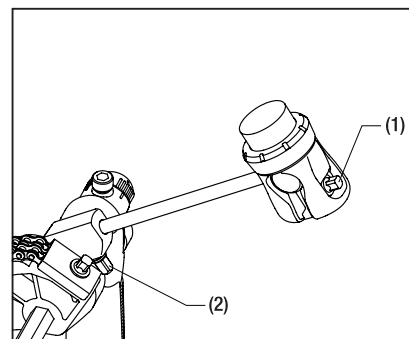

Fig.4(図4)
The Accu-Strick Cobra beater is designed so that you can adjust the angle of the beater head. To get a good, fat, tight sound, you can adjust the angle so that the beater head hits flat against the drumhead. To adjust the angle: loosen square-headed bolt (1), turn the beater head as necessary, and then retighten the bolt. To adjust the length of the beater: loosen square-headed bolt (2), move the beater head as necessary, and the retighten the bolt (Fig.4).
アキュストライク・コブラビーターは、ビーターヘッドの角度を調整することができます。バスドラムヘッドを面でヒットする事で太くタイトなバスドラムサウンドを引き出します。ビーターがバスドラムヘッドに面で当たるように、角頭ボルト(1)を緩めてビーターヘッドの角度を調整して下さい。ビーターの長さは角頭ボルト(2)を緩めて調整します。調整後は角頭ボルトをしっかりと締めてください(図4)。